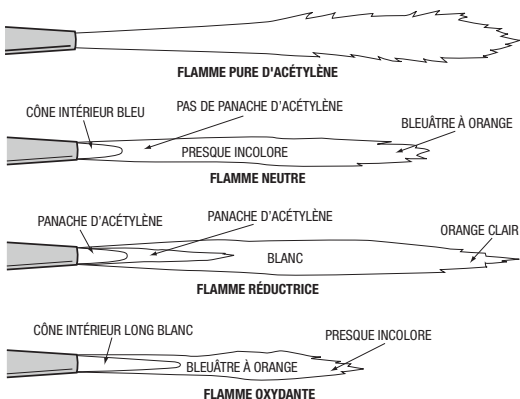

Figure 10
3. Ouvrir lentement le robinet d'oxygène jusqu'à apparition d'un cône intérieur vif sur la flamme. La flamme neutre est le point auquel les bords panachés de la flamme disparaissent et le cône intérieur pointu est visible (voir les figures 10).